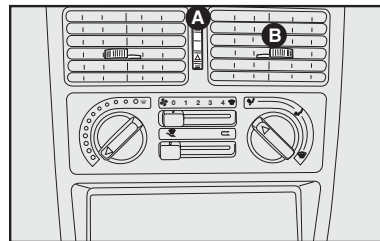

fig. 31
DIFUSORES ORIENTABLES Y REGULABLES - fig. 31 y 32
4) Mando para regulación de la cantidad de aire en los difusores centrales **A-fig. 31**: posición difusor cerrado.